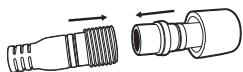

図8
- Connect the 3- pins connector of the burner to the control box as shown in Figure 8. Ensure that the plastic cover is attached tightly.
- LEDバルブ側の3ピンコネクタとコントロールボックスを接続し(図8参照)、接続部が外れないようプラスチック製のカバーをしっかりと取り付けます。
- 将灯体的3针脚连接器连接至控制盒，如图8所示。确保塑料盖紧密连接。